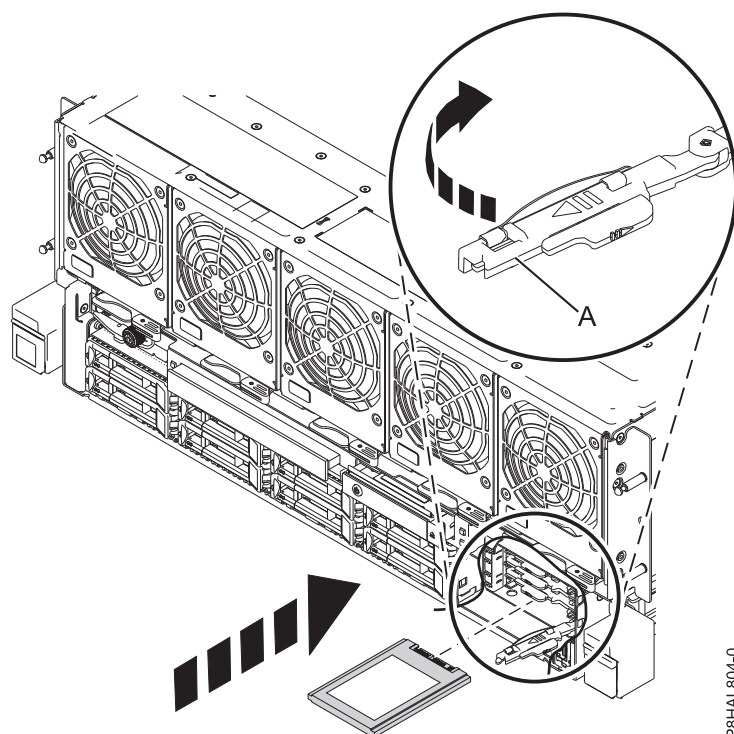

Figura 20. Substitució d'una SSD en un sistema 8408-44E o 8408-E8E
9. Amb la nansa del compartiment d'unitats SSD (A) en posició desbloquejada, feu sortir la palanca per poder accedir a les guies de la ranura SSD. Agafeu la part inferior de l'SSD mentre l'alineeu amb les guies de la ranura SSD. Consulteu Figura 20.
10. Feu lliscar la SSD en el sistema fins que s'aturi la unitat i, a continuació, bloquegeu la SSD fent girar la nansa (A) en la direcció que es mostra a la Figura 20.